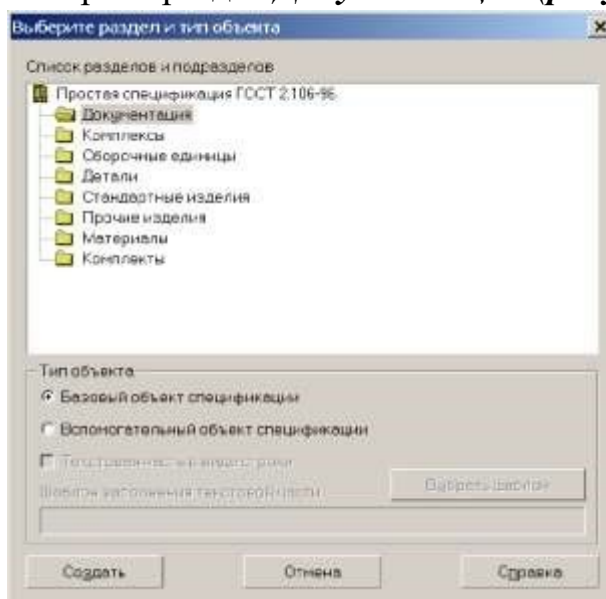

Рисунок 10.1 – Выбор раздела
1. Вызовите команду **Создать – Спецификацию**. На Инструментальной панели **Спецификация** выберите команду **Добавить раздел**. Из диалогового окна выберите раздел **Документация (рисунок 10.1)**.